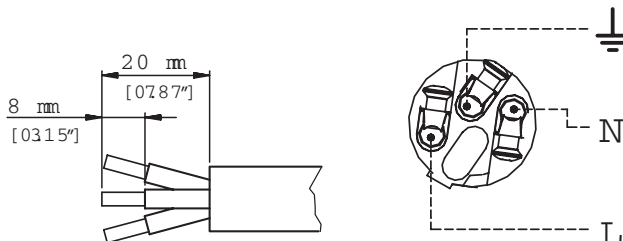

Bild 9: Anschluss der Adern
2. Bereiten Sie die Adern gemäß der nächsten Abbildung vor, versehen Sie die offenen Enden mit Aderendhülsen und schieben Sie die Adern in die entsprechenden Pole des Einsatzes (Bild 9). Schrauben Sie die Adern mit einem geeigneten Schraubendreher fest.